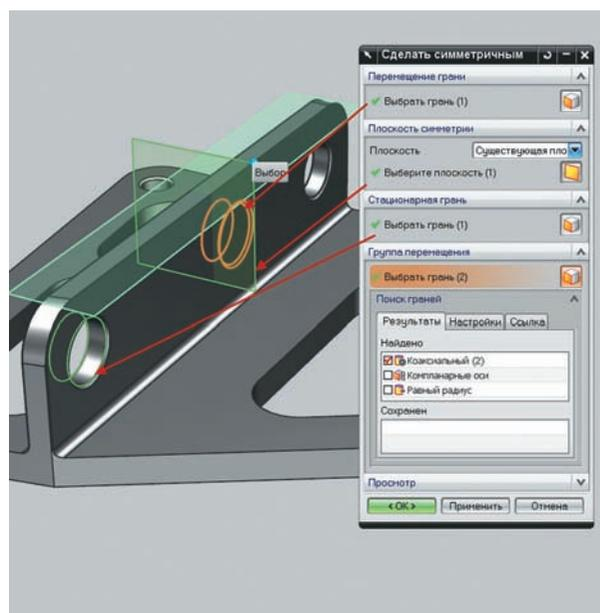

Рисунок 6.14. Условие симметричности
- Вызовите команду **Сделать симметричным** и укажите отверстие в вертикальной стенке, которое ближе к середине. Укажите существующую плоскость для определения симметрии и укажите второе отверстие как стационарную грань, затем нажмите кнопку **Применить** (рис. 6.14).